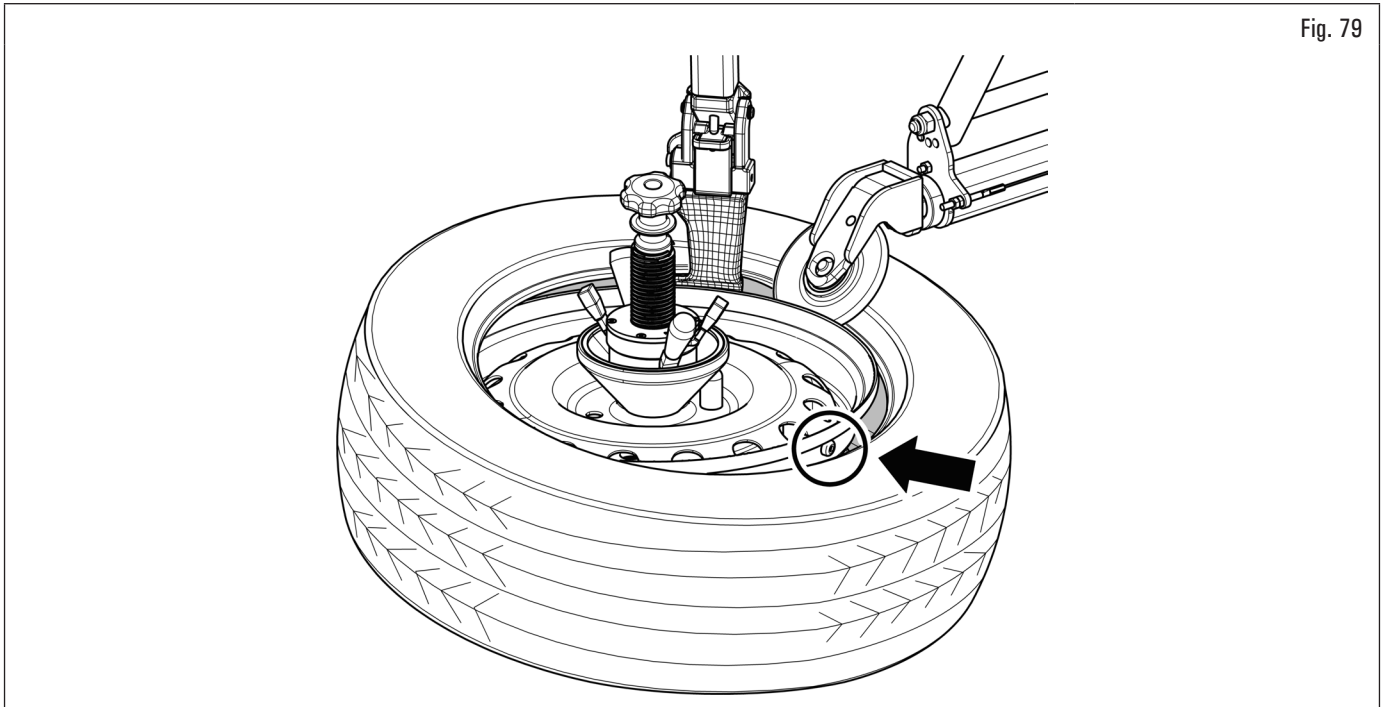

Fig. 79
4. al presionar el pedal de rotación, coloque la válvula aproximadamente a las 3 (véase Fig. 79). Utilizando el botón correspondiente (Fig. 6 ref. C (INF)), levantar ligeramente la cabeza útil en el borde de la llanta;
5. actuando sobre el botón correspondiente (Fig. 6 ref. 2 (D)), utilice el rodillo destalonador superior para empujar el talón del neumático debajo del borde de la llanta (Fig. 79);